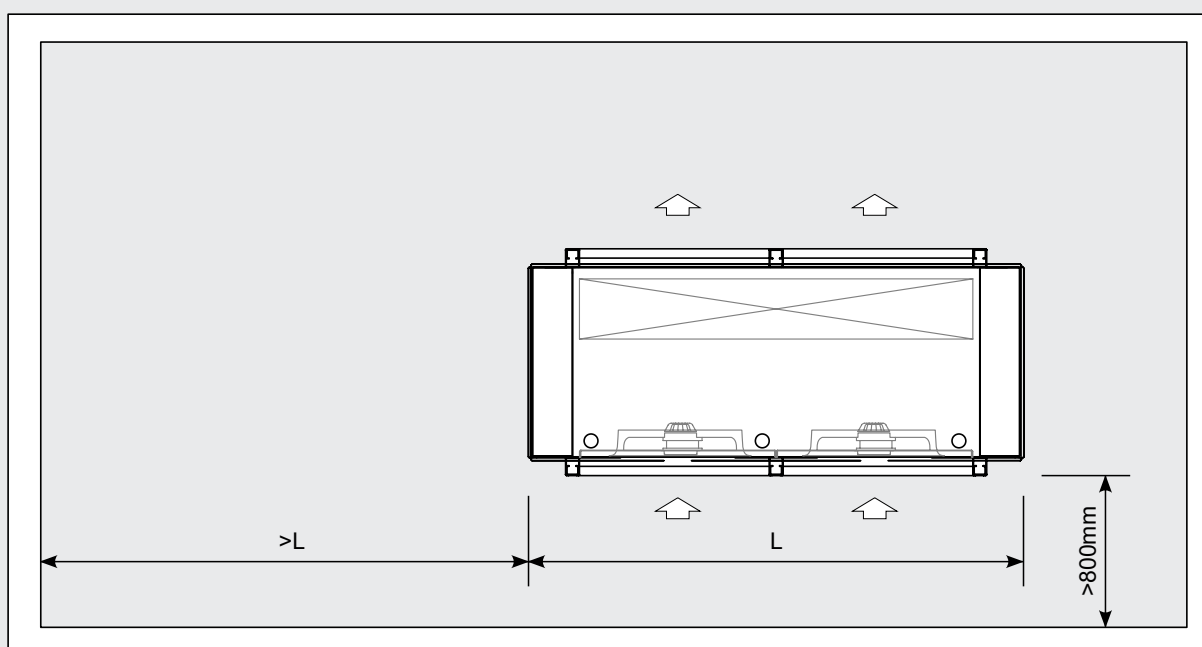
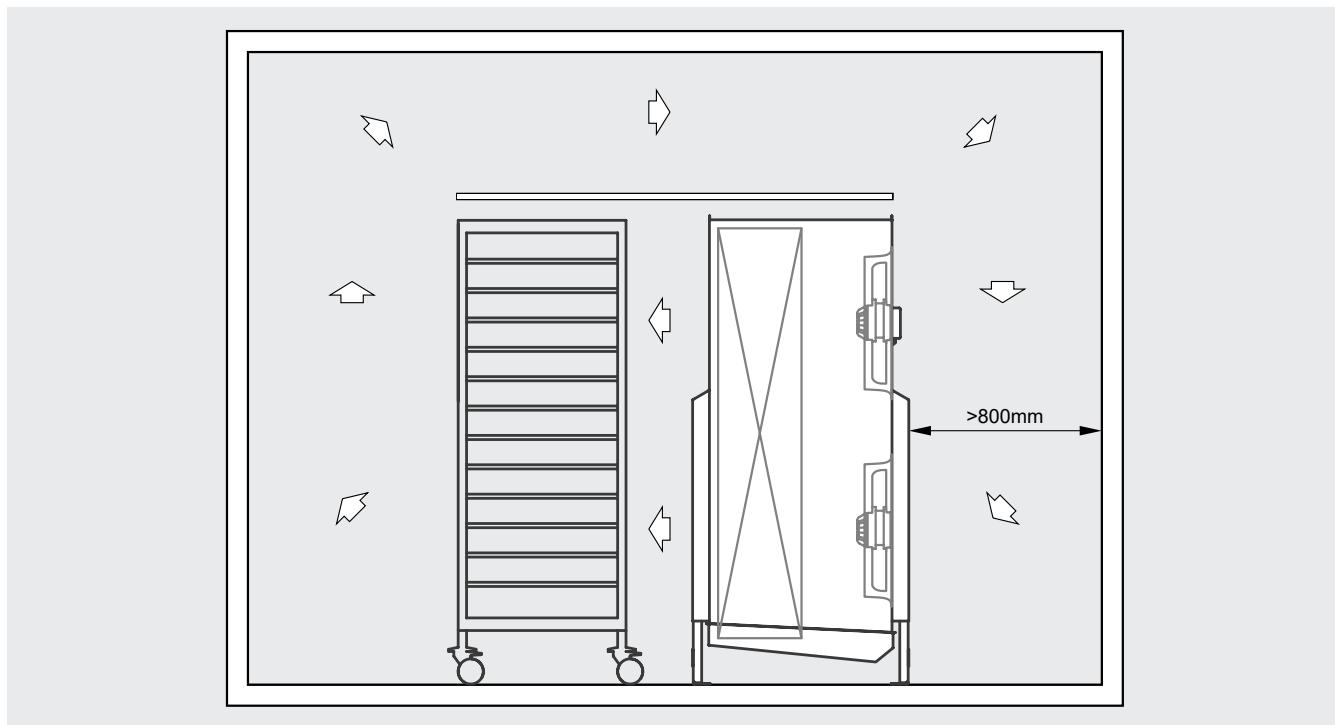

Figure 3
Figure 4
- 6.9 Veillez à ce que le volume libre soit suffisant (environ 30 % du volume interne de la cellule) pour une bonne circulation de l'air d'admission et d'échappement. Respectez la distance minimale pour retirer et insérer les éléments chauffants. Voir la Figure 3 et Figure 4.